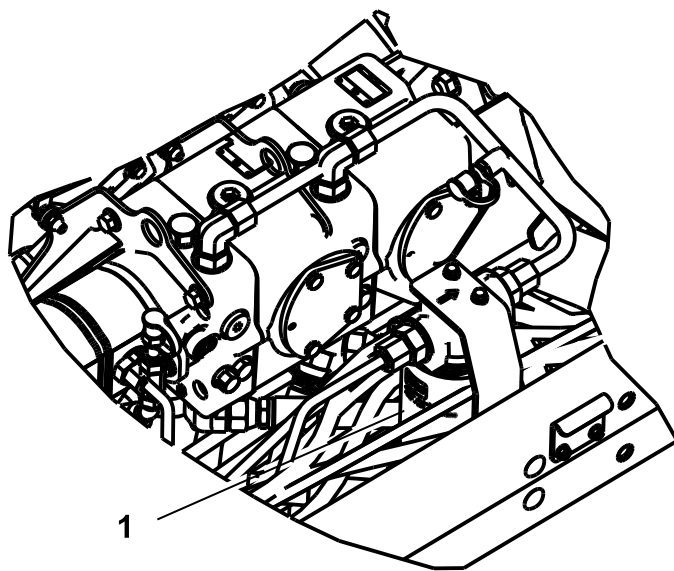

Figura 73
2. Limpe zona à volta da área de montagem do filtro e coloque um recipiente de drenagem por baixo do filtro (Figura 73).